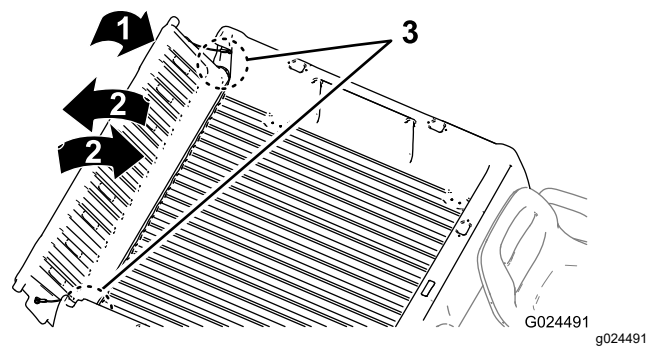

Figure 15
- Inclinez le hayon à environ 45° (Figure 15).
- Agitez légèrement le hayon pour le faire pivoter d'avant en arrière plusieurs fois (Figure 15).